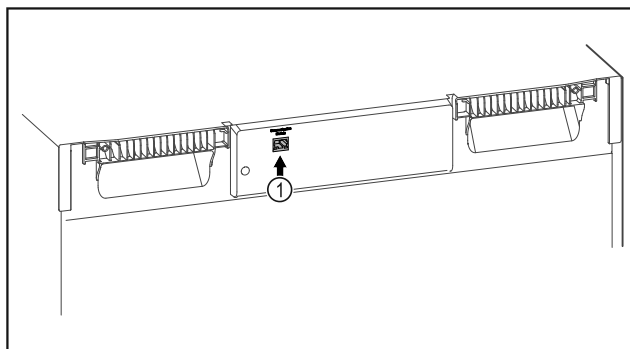

Fig. 129
- Le SmartModule Fig. 129 (1) est en place.